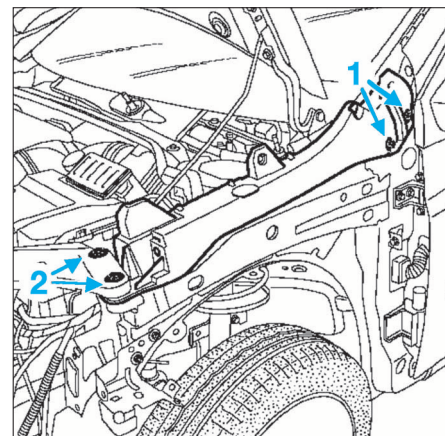

FIG. 28
- les vis (1) (Fig.28),
- les écrous (2) de fixation de chaque côté de la façade avant.